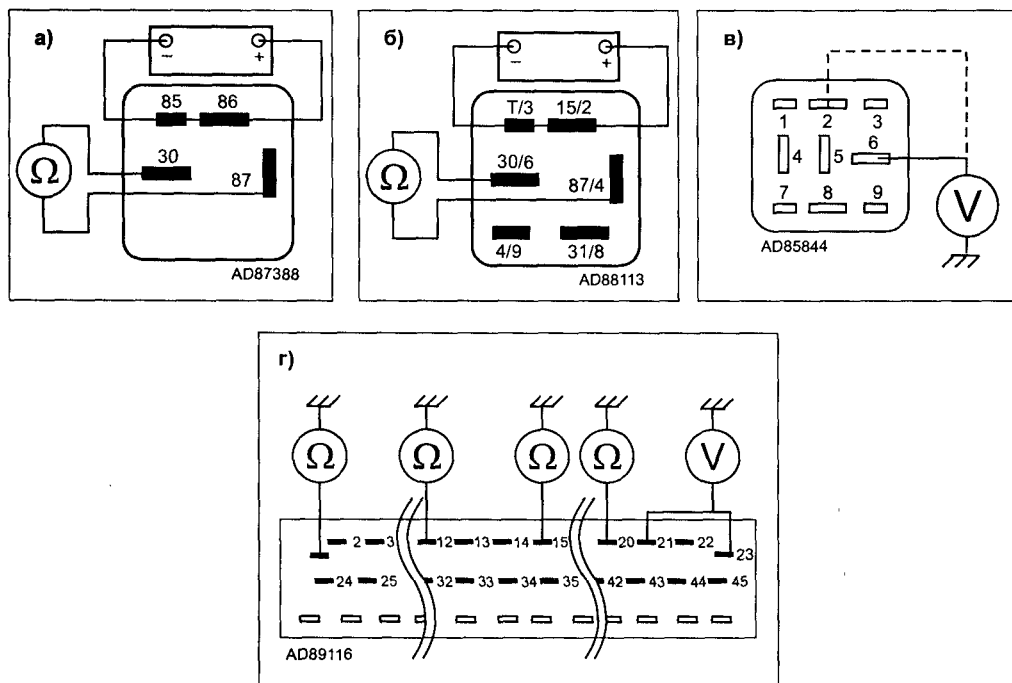

Рис. 2.3.9. Проверка функции обеспечения ЭСУД
- извлечь реле топливного насоса из разъема и проверить его работу, используя диагностическую схему (см. рис. 2.3.9а и 2.3.9б);
- проверить напряжение на контактах «2» (12 В при включенном зажигании) и «6» (всегда 12 В) колодки реле насоса (см. рис. 2.3.9в);
- извлечь ЕСМ из разъема и проверить: наличие «земли» на контактах разъема «1-12-15-20», 12 В на контактах «21» (всегда 12 В) «23» (12 В при включенном зажигании), исправность предохранителя F15 и соответствующих соединений (см. схему на рис. 2.3.1, 2.3.2 и рис. 2.3.9г).